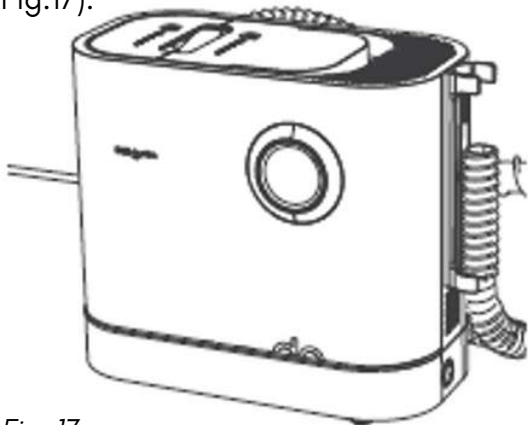

Fig. 17
4. Installeer de schoonwatertank op de juiste manier op het apparaat en druk vervolgens op de schakelknop om het apparaat in te schakelen. Druk daarna op de watersproei-/stoomknop om water te spuiten of te stomen, afhankelijk van uw voorkeur (zie Fig.17).